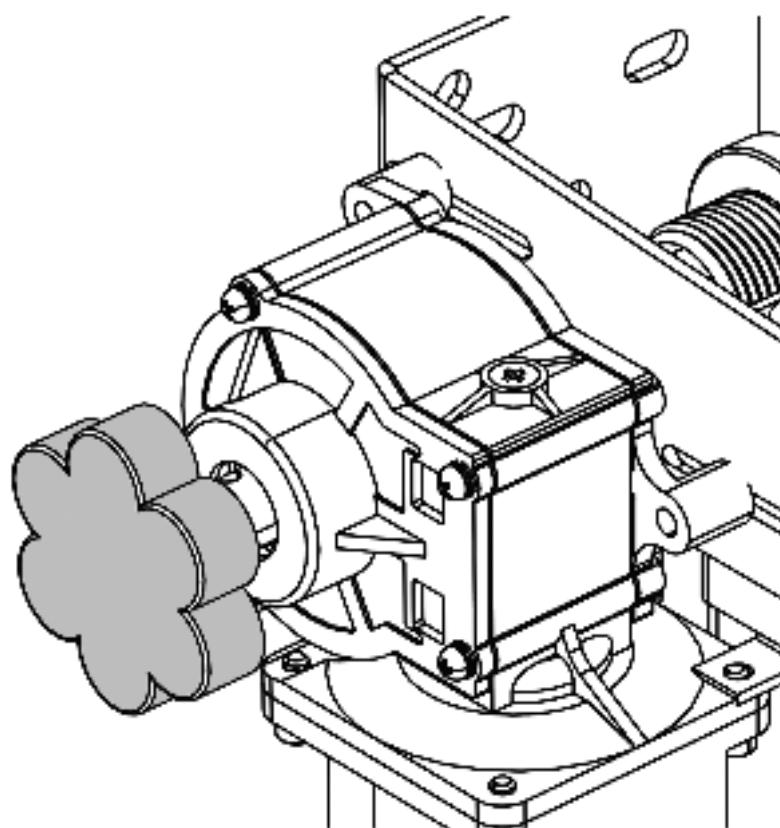

Рисунок 2
- Для того чтобы поднять или опустить ворот в слу ч е отсутствия электроэнергии необходимо н ж ть и повернуть рукоятку р сцепителя (см. рисунок 2) по ч совой стрелке до упор , после чего ворот можно подним ть или опуск ть вручную.